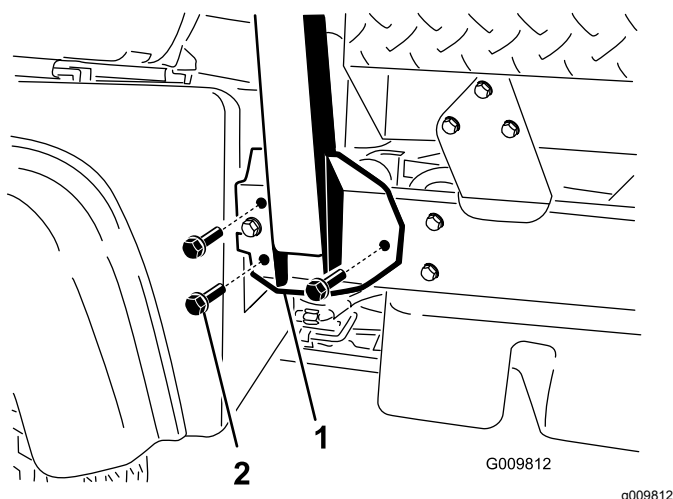

Figura 4
2. Alinhe cada lado do ROPS com os orifícios de montagem em cada lado do chassi da máquina (Figura 4).
3. Fixe o suporte de montagem do ROPS ao chassi da máquina com 3 parafusos de cabeça flangeada (½ pol. x 1¼ pol.) em cada lado (Figura 4).